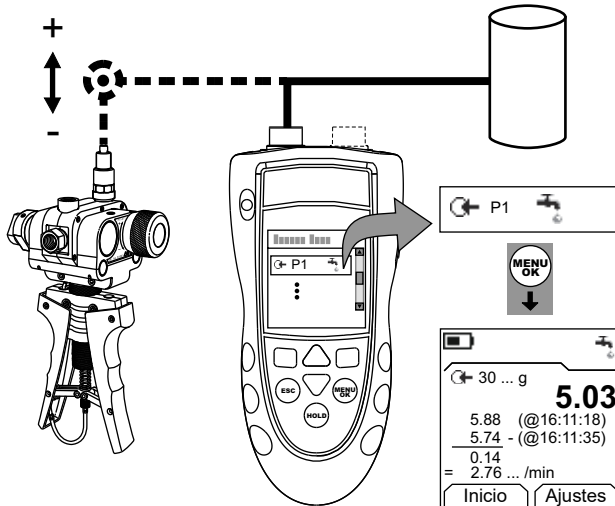

Figura 3: Ejemplo de configuración - Prueba de fugas
1. Conecte el instrumento (Figura 3) y, si es necesario, ajuste la opción *Configurar* (Tabla 1).